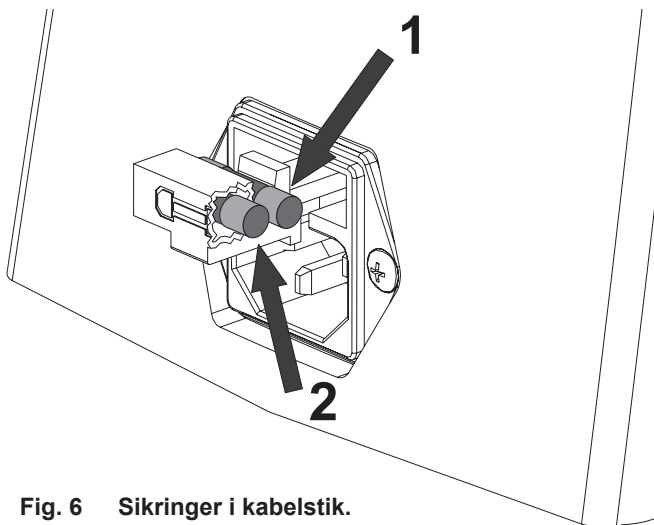

Fig. 6 Sikringer i kabelstik.
- Sikringen i kabelstikket (fig.6 ,1) ikke er brændt af. Hvis sikringen er defekt, kan den skiftes ud med den ekstra sikring (fig.6, 2), som også findes i kabelstikket.